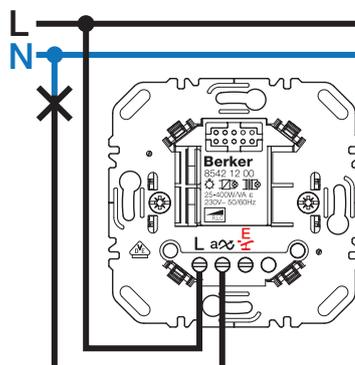

Bild 3: Tastdimmer 1fach
- Tastdimmer und optional Nebenstellen gemäß Anschlussplan (Bild 3 bis 6) anschließen.